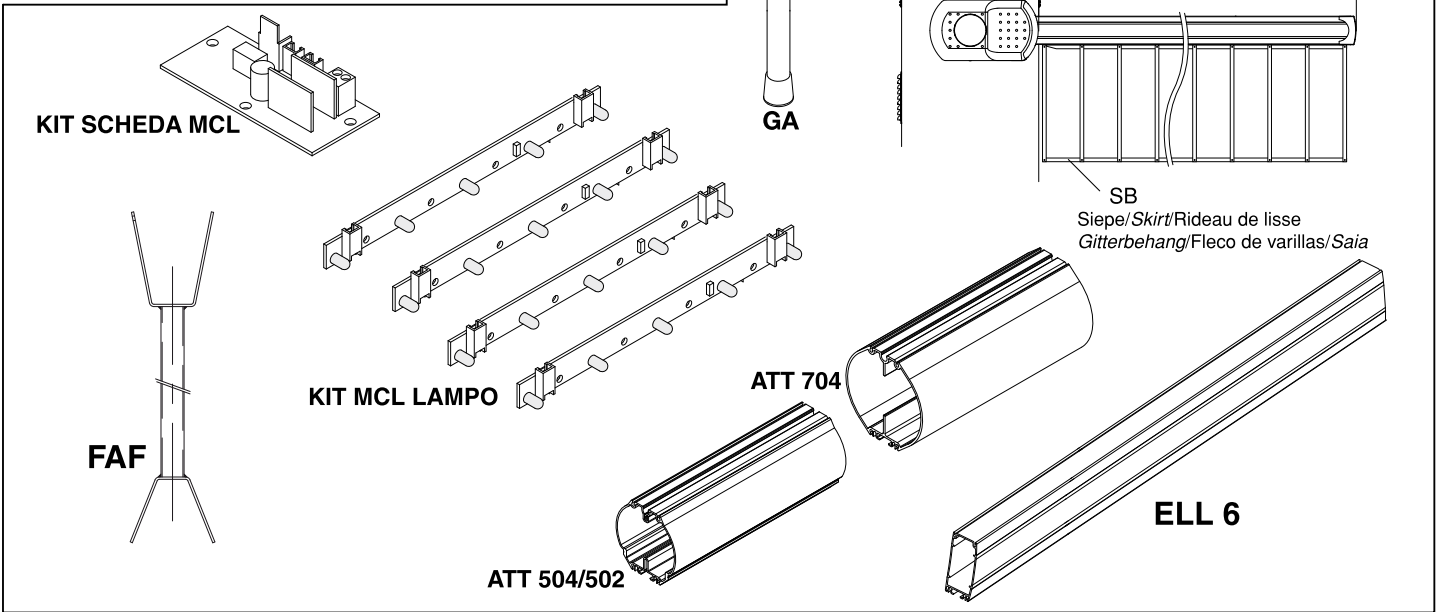

Fig. 11
18) DESBLOQUEIO DE EMERGÊNCIA (Fig.11)